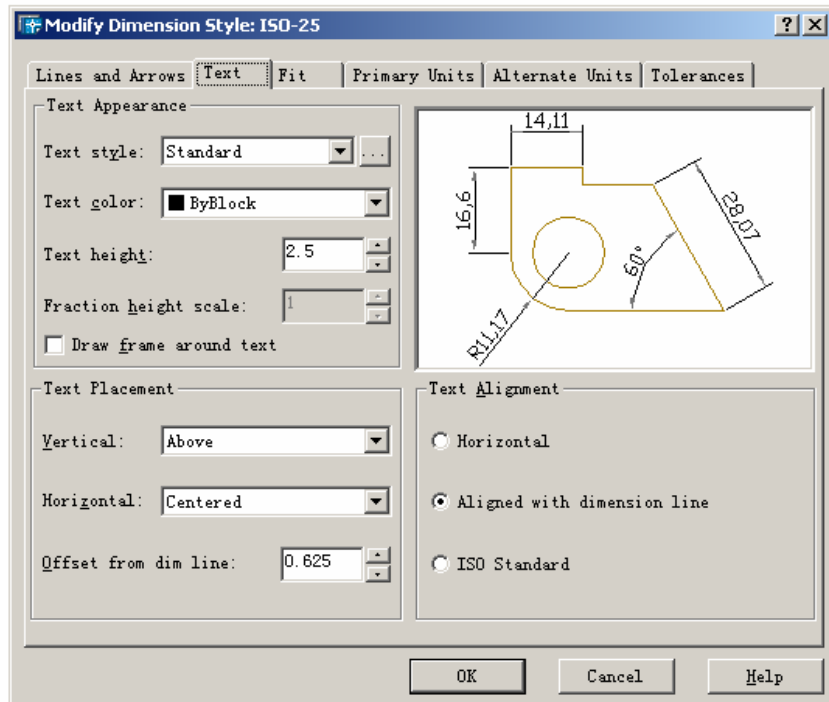

图 8-17 Text 选项卡对话框
2) Text 选项卡 用户若选取该选项卡, 会弹出图 8-17 所示的 Text 选项卡对话框界面。